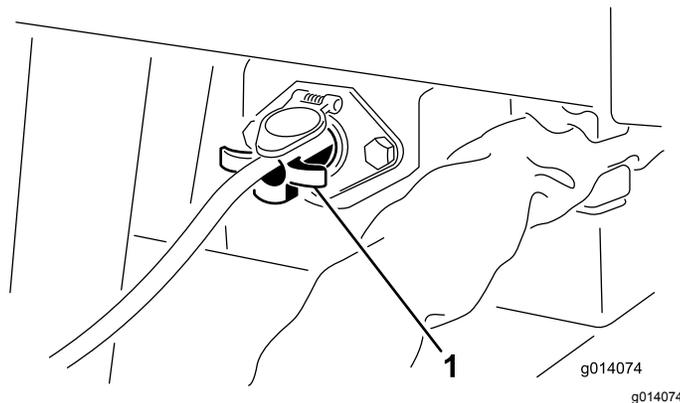

図 9
4. SH モデルでは、ON/OFF ペンダントスイッチの4ピン側を、本装置の左前角部にあるソケットに接続する 図 9。